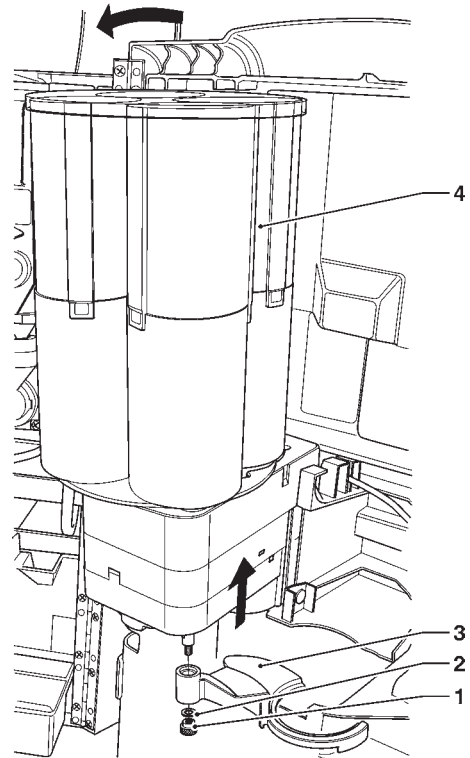

Fig. 7
- levante ligeramente el distribuidor de vasos y réclínelo (véase la fig. 7);